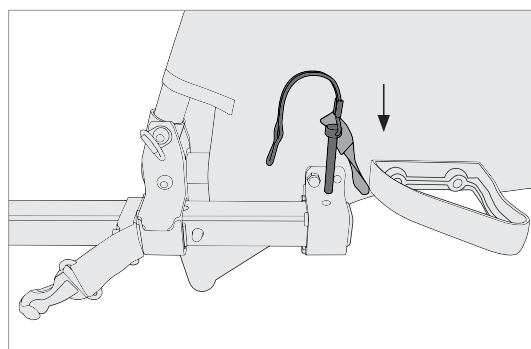

Figure 9
2. Insérez la tige de retenue depuis le haut en passant par les orifices alignés du récepteur et de la barre de remorquage (Figure 9).